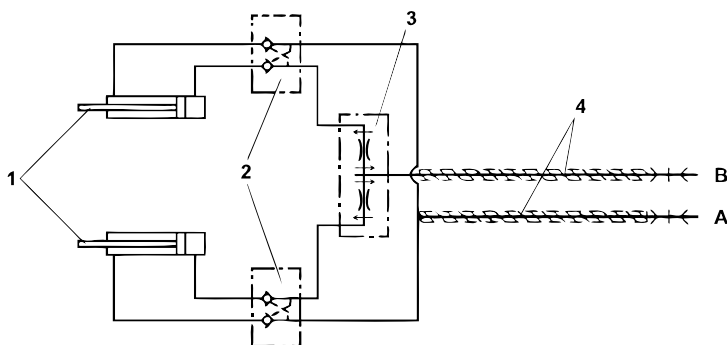

Fig.10
4.5 IMPIANTO IDRAULICO (Fig. 10)
I due cilindri (1 Fig. 10), sono correati da una valvola di blocco automatica (2 Fig. 10).
LEGENDA Fig. 10 (Schema idraulico di regolazione rullo con due cilindri idraulici)